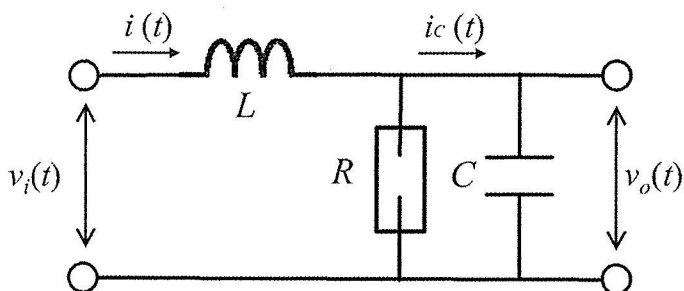

Fig.7-1
(1) Fig.7-1に示す電気回路に入力電圧 $v_i(t)$ を印加した場合において、コンデンサ C の端子間電圧 $v_o(t)$ の応答を考える。ただし、 $t=0$ において、コンデンサの電荷はゼロとする。以下の問いに答えよ。